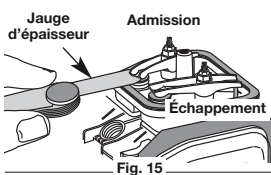

Fig. 15
- Glissez la jauge d'épaisseur entre le culbuteur et le ressort de retour de la soupape. Mesurez le jeu entre la tige de soupape et le culbuteur (Fig. 15). Mesurez à la fois les soupapes d 'admission et d'échappement.
Le jeu recommandé pour l'admission comme pour l'échappement est de **0,076 à 0,152 mm (0,003 à 0,006 po)**. Utilisez une jauge d'épaisseur standard pour automobile de 0,127 mm (0,005 po). La jauge d'épaisseur doit pouvoir glisser entre le culbuteur et la tige de soupape avec une faible résistance, sans coincer. Voir les figures 15 et 16.